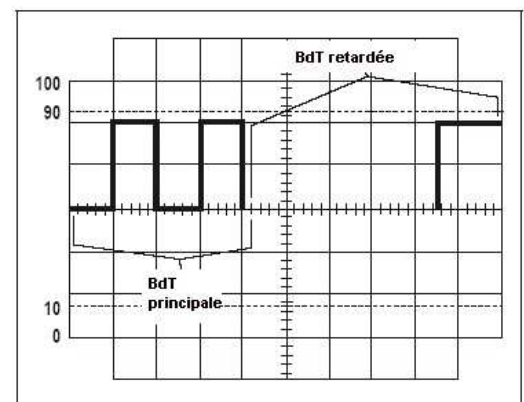

Figure 4. Affichage mixte (MIX)
BALAYAGE RETARDÉ (sur 2160A uniquement) (voir Figure 4)
2. Placez l'interrupteur **Sweep Mode** en position **MIX**. Vous voyez alors apparaître le balayage principal dans la partie de gauche (paramétrage du contrôle **MAIN Time Base**) et le balayage retardé dans la partie de droite (paramétrage du contrôle **DELAY Time Base**). La partie **MAIN Time Base** de la trace est généralement plus lumineuse que celle de la base de temps retardée. La figure 4 illustre le mode d'affichage mixte (**MIX**).